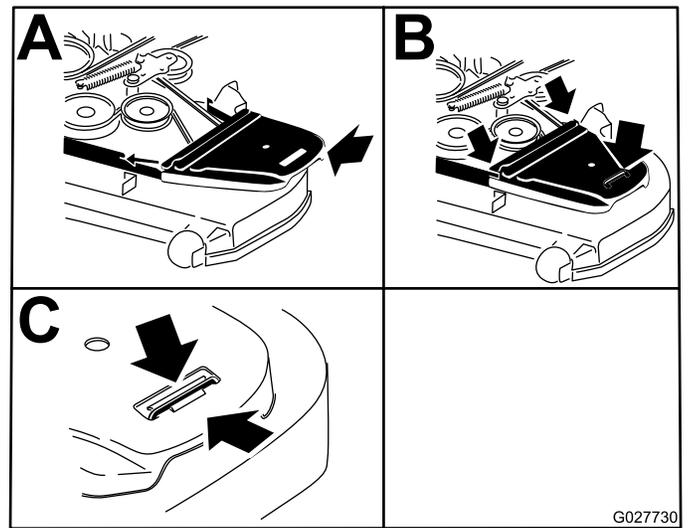

Figura 84
12. Instale las cubiertas de la correa (Figura 84).